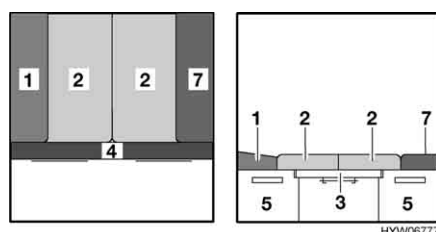

Fig. 92 Dopo la trasformazione
- Posizionare i due cuscini del divano (Fig. 92,2) al centro.
- Piazzare il cuscino sinistro dello schienale (Fig. 92,1) tra il cuscino del divano e la parete.
- Piazzare il cuscino aggiuntivo (Fig. 92,7) tra il cuscino del divano e la parete.
- Appoggiare il cuscino aggiuntivo (Fig. 92,4) sulla prolunga del cassone letto.